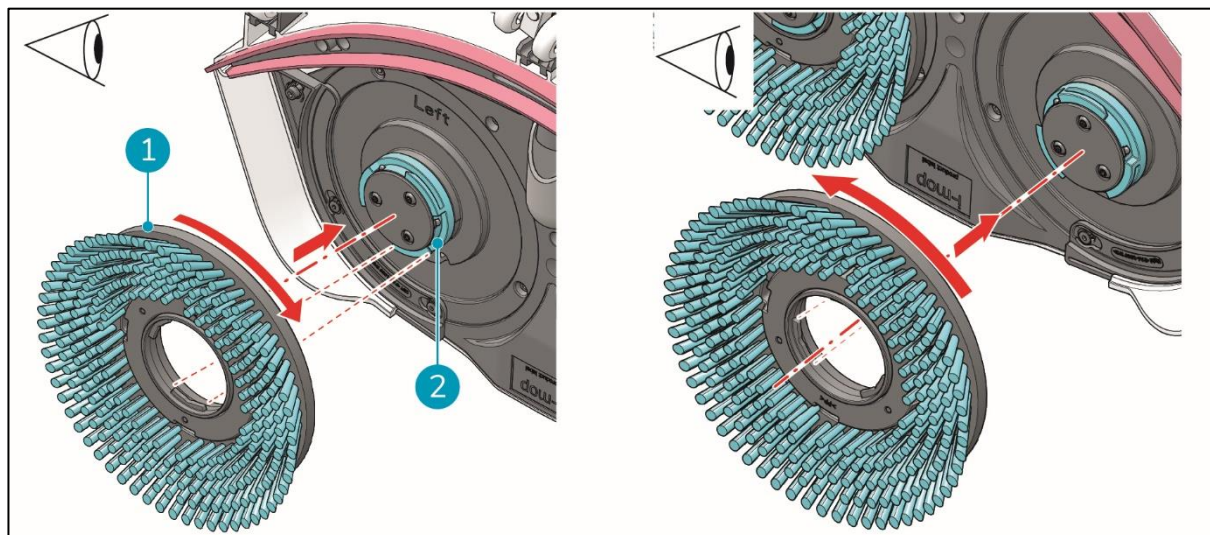

Figura 10
3. Alinee el pincel izquierdo (Figura 10, pos. 1) con el disco izquierdo del motor (Figura 10pos. 2). Alinee los pestillos y las muescas de la escobilla y el disco del motor.